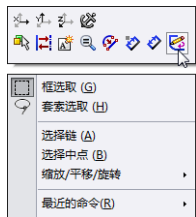

图 6-5 右键快捷菜单
**06** 退出三维草图绘制。再次单击“草图”工具栏中的“3D 草图”图标按钮,或者在绘图区域单击鼠标右键,在弹出的快捷菜单中,单击“退出草图”选项,如图 6-5 所示,退出三维草图绘制状态。